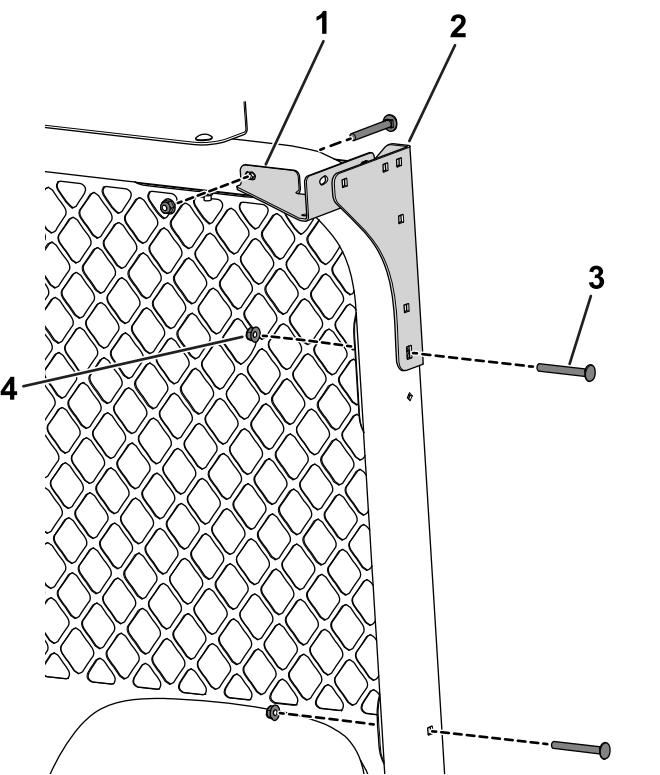

Figura 34
6. Utilice 4 pernos de cuello cuadrado (5/16" x 2¾") y 4 tuercas (5/16") para sujetar los soportes traseros y las chapas de unión traseras a la barra antivuelco (Figura 34).
- Utilice 2 pernos de cuello cuadrado (5/16" x 2 $\frac{3}{4}$ ") y 2 tuercas (5/16") para sujetar la rejilla trasera a la barra antivuelco (Figura 34).